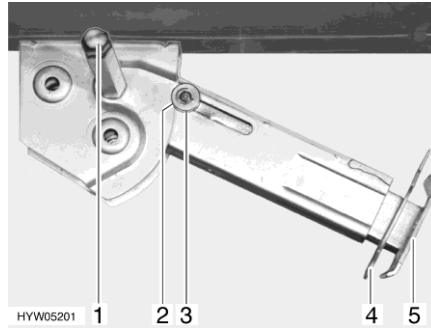

Bild 42 Hubstütze
- Am Sechskant (Bild 42,1) den Steckschlüssel aufstecken und drehen, bis die Hubstütze senkrecht nach unten steht.
- Splint (Bild 42,4) aus der Stützfußverlängerung (Bild 42,5) herausziehen.
- Am Sechskant (Bild 42,1) den Steckschlüssel aufstecken und drehen, bis die Hubstütze wieder vom Boden frei ist.
- Stützfußverlängerung (Bild 42,5) ganz einschieben und Splint (Bild 42,4) in die vorgesehene Bohrung an der Stützfußverlängerung stecken.
- Mit Steckschlüssel am Sechskant (Bild 42,1) drehen, bis Hubstütze nach oben geschwenkt und die Führungsscheibe (Bild 42,3) vollständig in die Kerbe (Bild 42,2) eingefahren ist.